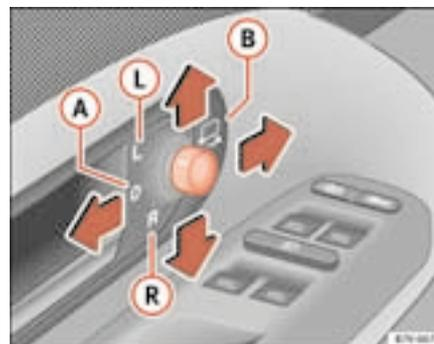

Abb. 83 Ausschnitt aus der Fahrertür: Drehknopf für die Außenspiegel
1. Drehen Sie den Drehknopf ⇒ Abb. 83 in Stellung **L** (**linker Außenspiegel**).